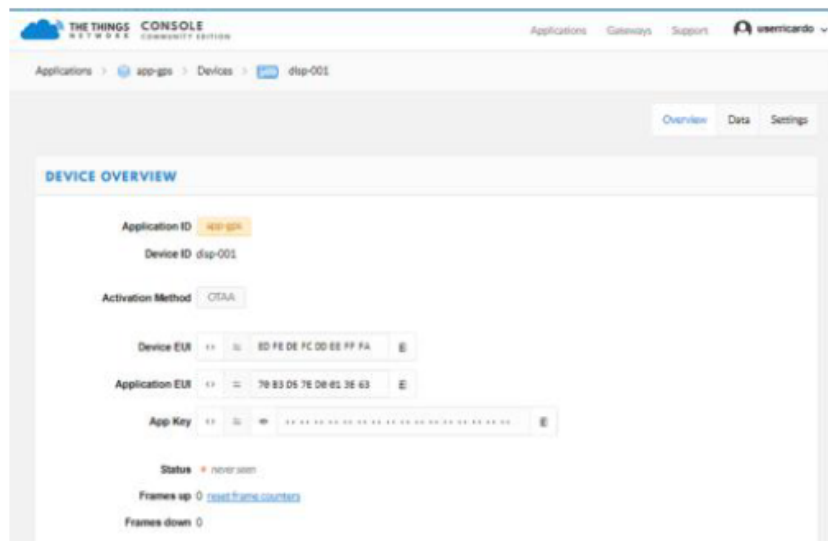

Figura 9: Tela de informações do dispositivo - OTAA
- ▶ Na tela de “Device Overview”, conforme mostrado na Figura 9, é possível verificar todas as informações do dispositivo. Vale ressaltar que, no momento em que o dispositivo é registrado, ele é cadastrado como OTAA. Caso o rádio seja utilizado desta forma, deve-se alterar o tipo de ativação no rádio. Para tal, utilize o comando AT+NJM=1 e passe para a Seção 6.2.4;